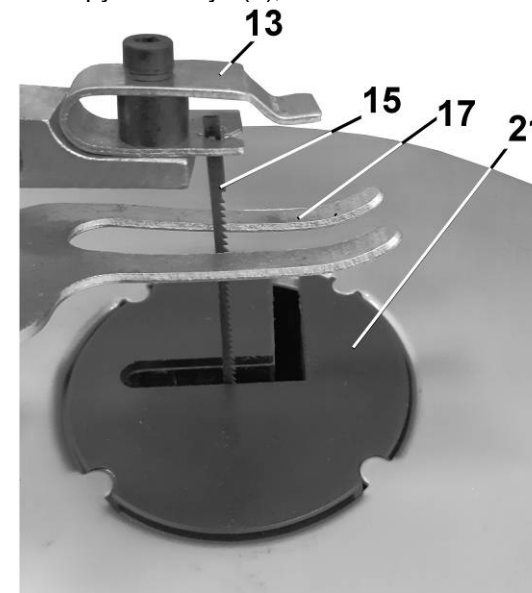
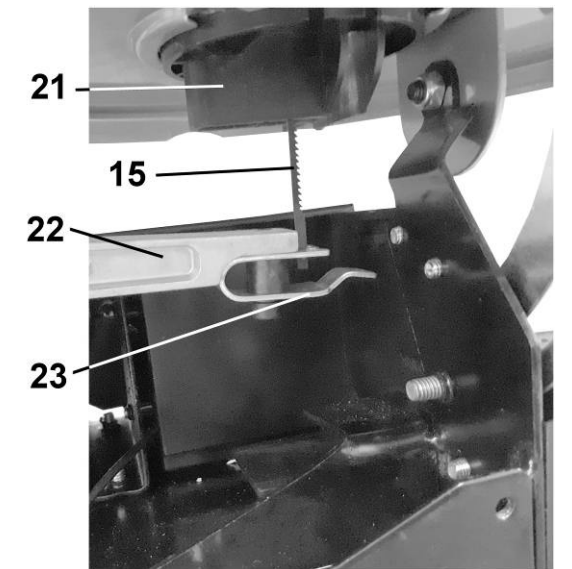

Рис.3
Рис.4
- 9.4. На держатель пилки (13) верхнего рычага приложите усилие, достаточное только для того, чтобы освободить пильное полотно (15) из зацепления в верхнем держателе (13). Отпустите верхний рычаг (25). Извлеките нижнюю часть пильного полотна (15) из нижнего держателя (23) нижнего рычага (22), Рис.4. Извлеките пильное полотно (15) через прорезь вставки рабочего стола (21), Рис.3.